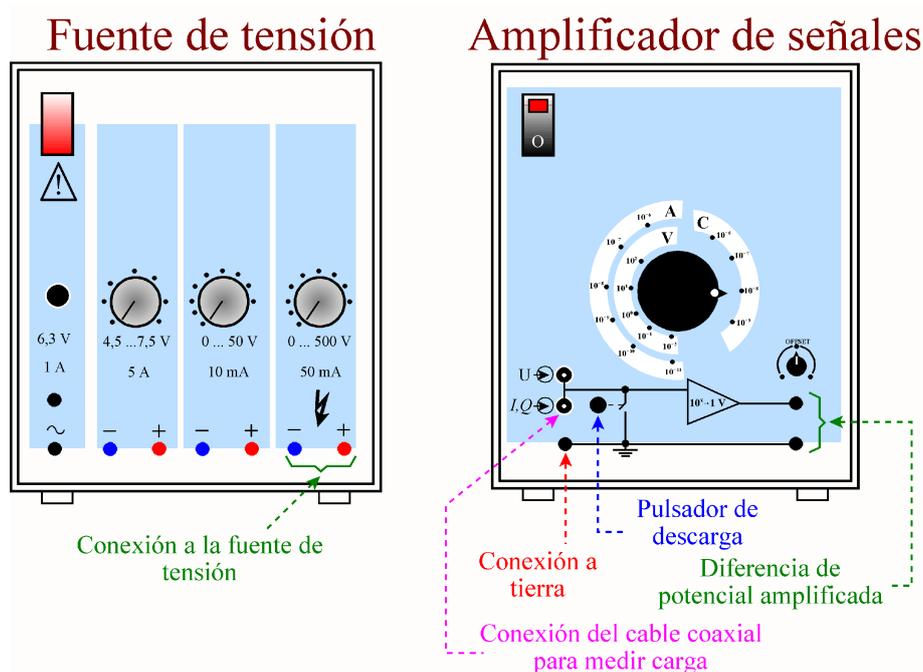

Figura 8
Para seguir las explicaciones que siguen puede ayudarse de la figura 8 del apéndice, donde están los esquemas de la fuente de tensión y del amplificador de señales.
③ Mida la carga del condensador, para lo cual en primer lugar tiene que descargar el amplificador a tierra, mediante el pulsador negro de descarga que se muestra en la figura 8 del apéndice. Luego desconecte el cable **B** de la placa fija del condensador y conecte el terminal **A** de la sonda coaxial, como se muestra en las figuras 4 y 6.
④ Mida el voltaje de salida en el voltímetro conectado al amplificador de señales y determine la carga⁹. Repita el proceso¹⁰ varias veces (al menos tres veces).
⑤ Manteniendo la distancia entre las placas realice medidas para otras diferencias de potencial aplicadas, 100 V, 150 V, 200 V, 250 V y 300 V.
⑥ Por último, repita todas estas medidas para distancias entre placas de 4 mm y de 6 mm.
③ Mida la carga del condensador, para lo cual en primer lugar tiene que descargar el amplificador a tierra, mediante el pulsador negro de descarga que se muestra en la figura 8 del apéndice. Luego desconecte el cable **B** de la placa fija del condensador y conecte el terminal **A** de la sonda coaxial (Véanse las figuras 4 y 6).
④ Mida el voltaje de salida en el voltímetro conectado al amplificador de señales y determine la carga. Repita el proceso varias veces (al menos tres veces).
⑤ Manteniendo la diferencia de potencial entre las placas realice medidas para otras distancias entre placas, 4 mm, 6 mm, 8 mm, 10 mm y 12 mm.